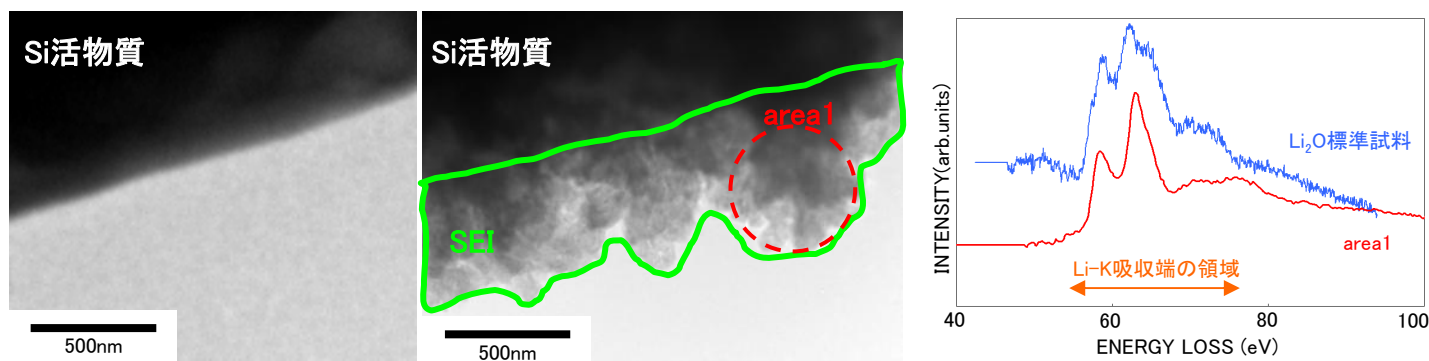

図1 EELSスペクトル
TEM-EELS法②によるSEIの観察・分析例を示します。写真1は充電前のSi活物質、写真2は充電25%のSi活物質のTEM像です。写真2で観察されたSEIは均一な層ではなく、Si活物質上にランダムに成長しており、厚みは約500nm程度でした。area1から取得したEELS分析結果(図1)と電子回折図形を解析した結果、微結晶のLi₂Oであると確認されました。